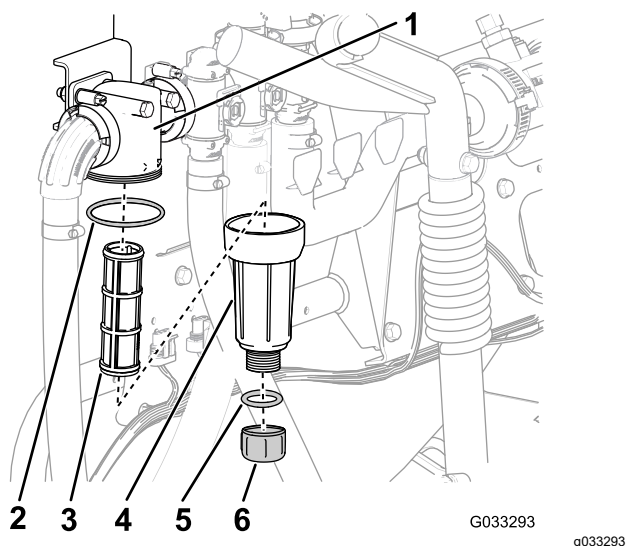

Figura 60
2. Amplasați o tavă de golire sub filtrul de presiune (Figura 60).
3. Rotiți bușonul de golire în sens invers acelor de ceasornic și îndepărtați-l de la vasul filtrului de presiune (Figura 60).
4. Rotiți vasul în sens invers acelor de ceasornic și îndepărtați-l de la capul filtrului (Figura 60).
5. Îndepărtați elementul de filtrare al vechiului filtru de presiune (Figura 60).
6. Verificați dacă există deteriorări și uzură la nivelul inelului de etanșare pentru bușonul de golire (situat în interiorul vasului) și al inelului de etanșare pentru vas (situat în interiorul capului filtrului) (Figura 60).
7. Montai un nou element de filtrare pentru filtrul de presiune pe capul filtrului (Figura 60).
8. Montai vasul pe capul filtrului și strângeți-l manual (Figura 60).
9. Montai bușonul la vas și strângeți-l manual (Figura 60).